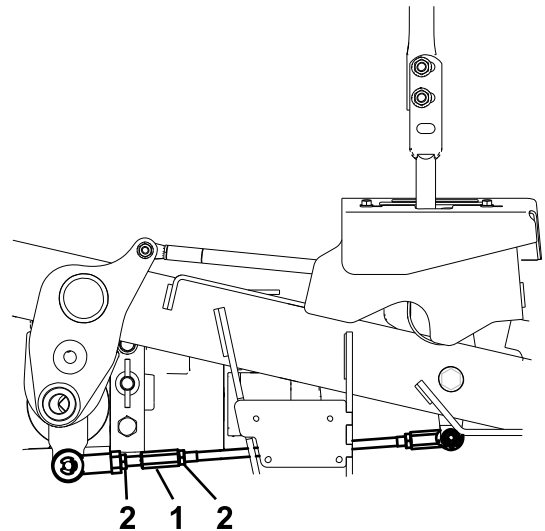

Figure 64
9. Réglez la longueur des tiges de pompes en tournant les doubles écrous dans le sens voulu jusqu'à ce que les roues tournent légèrement en marche arrière (Figure 64).